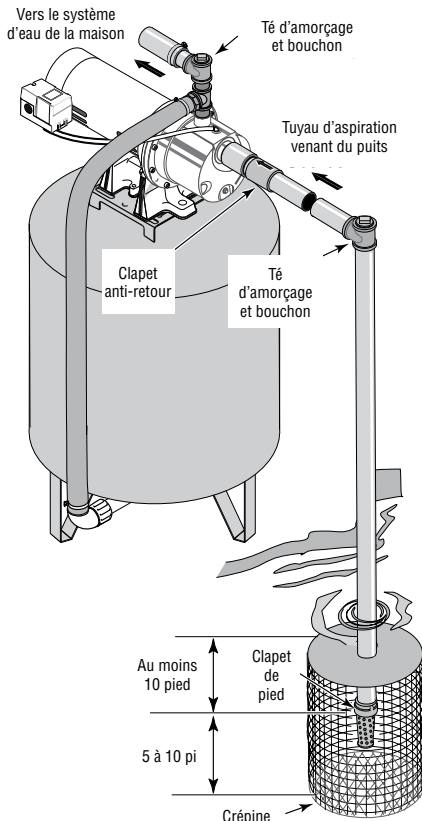

Figure 3 : Installation pour les eaux de surface
Installation dans le cas d'eaux en surface (Figure 3)
- 2 ° Assembler le clapet de pied et le tuyau d'aspiration (voir la Figure 3). S'assurer que le clapet de pied fonctionne librement. Utiliser du ruban d'étanchéité en PTFE pour filetage ou de la pâte pour raccords filetés à base de PTFE sur les raccords filetés. Poser une crépine autour du clapet de pied pour le protéger contre les poissons, les déchets, etc. (voir la Figure 3).
- 4 ° Poser le té d'amorçage, le bouchon d'amorçage et le tuyau d'aspiration sur la pompe (voir la Figure 3). Supporter le tuyau de façon qu'il ne soit pas cintré afin qu'il n'exerce pas de contraintes sur le corps de la pompe; de plus, il doit être légèrement incliné vers le haut, du puits jusqu'à la pompe (les points hauts risquent de causer des poches et des bouchons d'air dans la pompe). Rendre étanches les raccords du tuyau d'aspiration avec du ruban d'étanchéité en PTFE pour filetage ou une pâte pour raccords filetés à base de PTFE. Les raccords doivent être étanches à l'air et à l'eau. Si le tuyau d'aspiration aspire de l'air, la pompe ne pompera pas l'eau du puits.